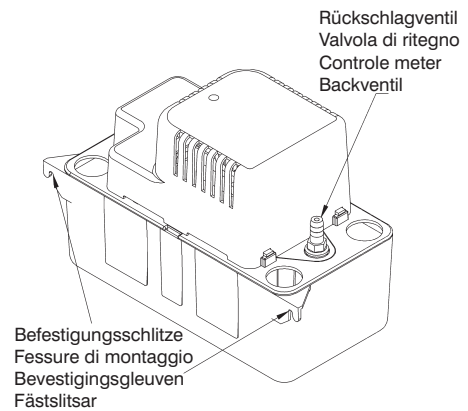

Fig. 11
2. Pumpenmontage: der tank ist mit zwei schlitzen versehen, mit deren hilfe das gerät montiert wird. Diese schlitze befinden sich am ende der tankab (Fig. 11). Das gerät sollte entweder an der seite der klimaanlage oder an einer nahen wand montiert werden. Die pumpe muß sich in ebener lage befinden, und der einlaß muß unterhalb der ablaufspule liegen. Leitungsmaterialien aus metall sind mit dem plastik-pumpengehäuse nicht kompatibel.
der Kondensateinheit führen. Dies bewirkt einen Saugbeeffect, der die Wirksamkeit der Kondensateinheit verbessert und in den meisten Fällen ein Rückströmventil überflüssig macht (Fig. 11). Falls die Ausflußleitung nicht schräg nach unten gezogen werden kann, ist direkt über der Pumpe an deren höchstem Punkt ein Wasserverschluß in Form eines umgekehrten "U" herzustellen.